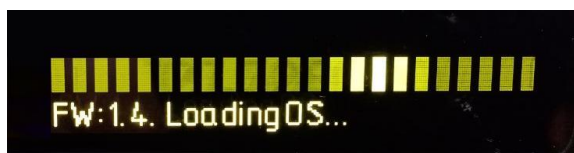

Рисунок 6 – Экран загрузки ПО в изделие
2.4.2.2 Включить изделие нажатием кнопки «», при этом должен засветиться ЖКИ и показать начало загрузки (см. рисунок 6).